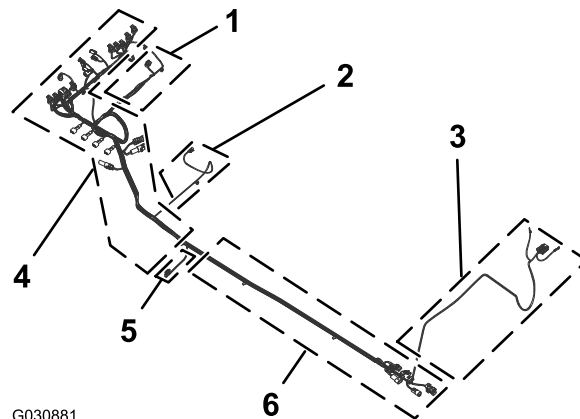

Figura 110
- Localize a secção com 165 cm e a secção com 203 cm da nova cablagem elétrica (Figura 110).